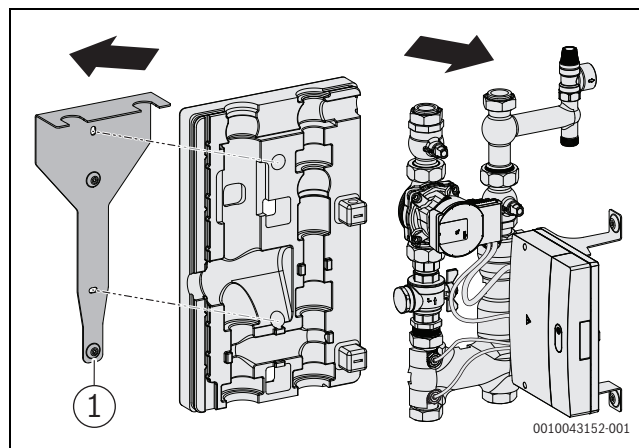

Bild 9 Wandhalterung entnehmen
- Inneneinheit mit Wandhalterung mit den mitgelieferten Dübeln und Schrauben (gegebenenfalls für die Wand geeignete Befestigungselemente benutzen) durch die Öffnungen im hinteren Wärmeschutz und in der Wandhalterung an der Wand verschrauben (→Bild 9 und 10).
- Rohrgruppe aus hinterem Wärmeschutz und Wandhalterung entnehmen (→Bild 9)